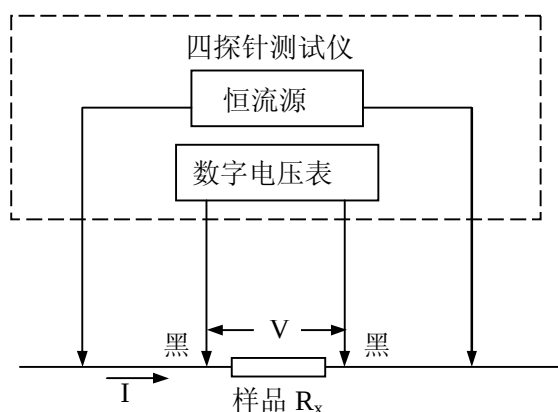

图 5 电阻测量
(4)电阻测量,用四端子测量线作输入线,按图 5 所示夹持好样品,将修正系数调至图案“ Π ”, 显示的读数即为所测样品的电阻值 (单位 Ω)。